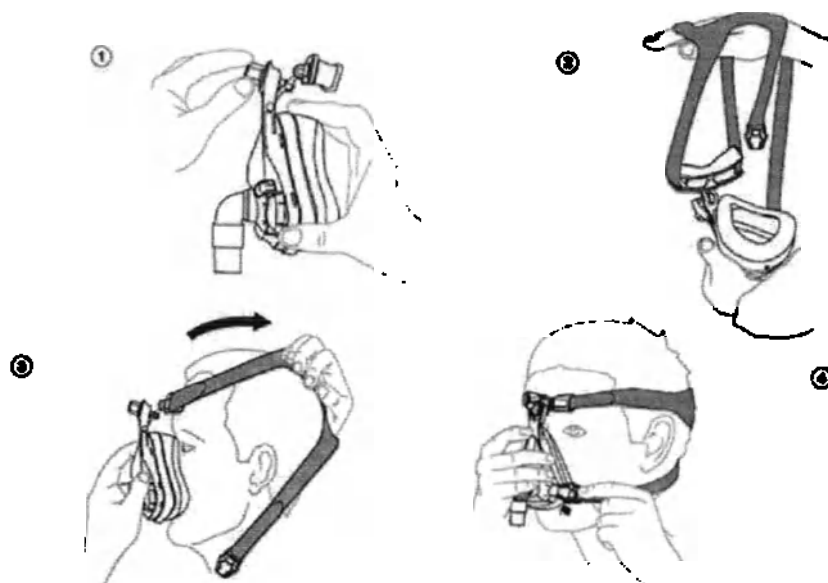

Рисунок 3 - Установка маски. Шаги 1-4
- повернуть регулировочную ручку e) (рисунок 2) до положения, когда лобовая опора c) полностью растягивается (шаг 1, рисунок 3);
- одной рукой твердо удерживать собранную маску, а другой рукой оттянуть затылочный прижим i) так, чтобы можно было надеть на голову (шаг 2, рисунок 3);
- мягко приложить маску к лицу так, чтобы рото-носовая подушечка a) хорошо прижалась к профилю нос-рот и отвести затылочный прижим i) за голову (шаг 3, рисунок 3);
- вставить две клипсы l) в соответствующие гнезда главного корпуса b) (шаг 4, рисунок 3);